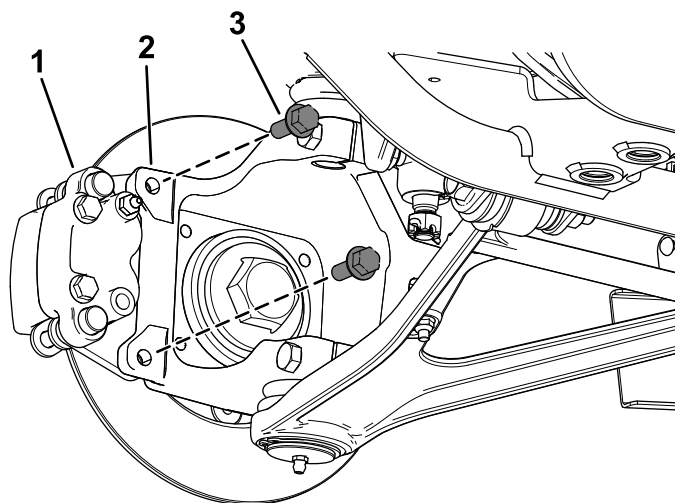

図 9
5. ステアリングナックルに新しいブレーキキャリパアセンブリを取り付ける 保存していたフランジヘッドボルト 3/8 x 1 インチ 2 本で 図 9 のように取り付ける。